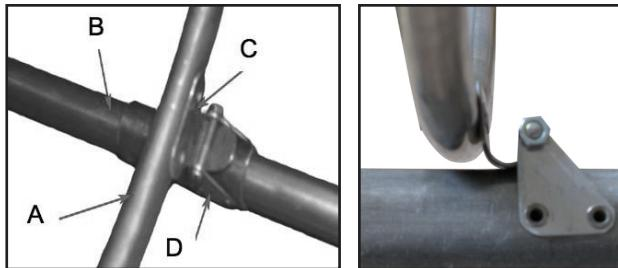

Рис. 3 Установка шпангоута №1.
4. Закрепить на носовом штевне шпангоут № 1 – см. рис. 3
Внимание! Шпангоут крепится к кильсону посредством крючка, зацепляющегося за серьгу обязательно со стороны катета (см. рис. 3). Для этого крючок шпангоута (С) цепляется за серьгу кильсона (D).
5. Соедините носовой мидель и шпангоут №1 (8). Для этого вставьте крючок миделя в скобку для крепления мидельвейса шпангоута. Совместите отверстия носового привальника и привальника (3). Защелкните соединение на кницу привальника, так чтобы штырь кницы вошел в отверстие на привальниках. Рис 4.
Внимание! Шпангоут крепится к кильсону посредством крючка, зацепляющегося за серьгу обязательно со стороны катета (см. рис. 3 и рис 8).